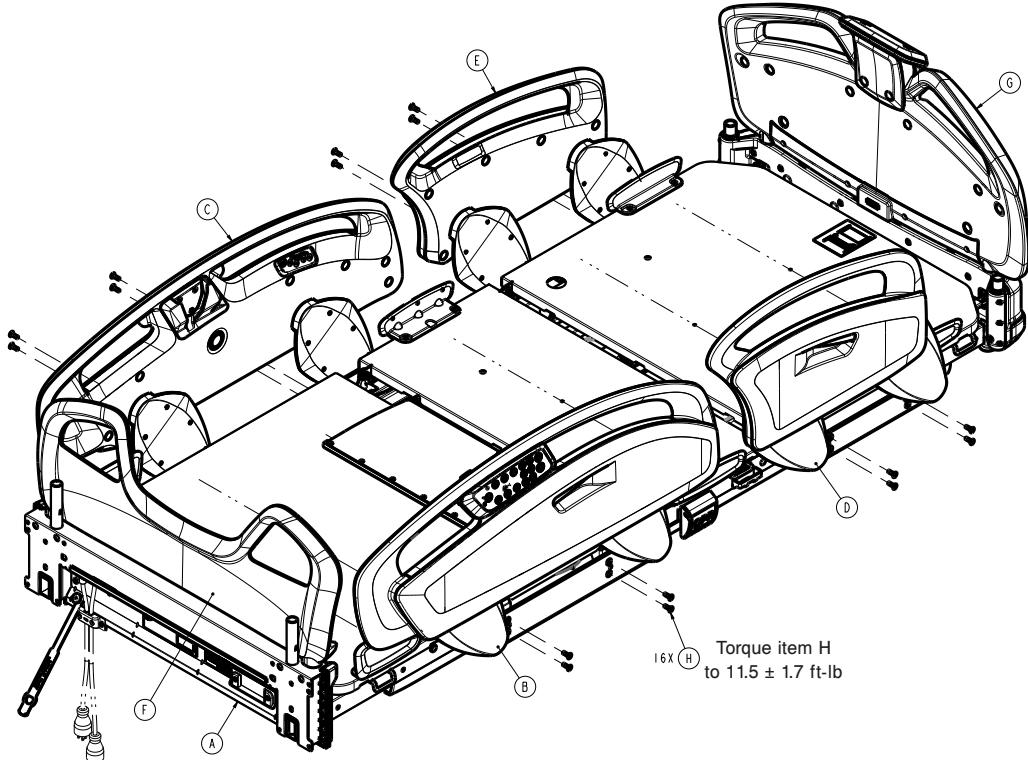

Figure 58 – Remplacement de l'arceau de la barrière
20. À l'aide d'une clé Torx T27 tout en soutenant la barrière, retirer les quatre boulons (H) qui fixent le support de montage de la barrière au châssis du relève-buste (Figure 58). Retirer l'ensemble de barrière.
9. À l'aide d'un tournevis Torx T30, retirer la vis (AC) qui fixe l'interrupteur de position des barrières latérales (U) à l'arceau de la barrière. Retirer le dispositif de retenue du câble. Retirer et conserver l'interrupteur.
10. À l'aide d'une clé à cliquet et d'une douille de 1/2 po, retirer l'écrou (W) qui fixe le levier d'activation du verrou et la patte d'arrêt de la barrière. Retirer et conserver le levier d'activation et la patte d'arrêt.
11. À l'aide d'une clé à cliquet et d'une douille de 9/16 po, retirer l'écrou (Y) qui fixe le verrou de la barrière (G) à l'arceau de la barrière. Retirer et conserver le verrou.
13. À l'aide d'une clé Torx T27 tout en soutenant la barrière, retirer les quatre boulons (H) qui fixent le support de montage de la barrière au châssis du plan de couchage (Figure 58). Conserver les boulons. Retirer l'ensemble de barrière.